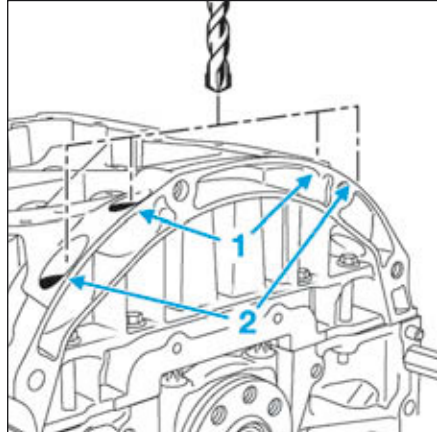

FIG.50
- Percer les obturateurs logés dans les trous (1) et (2) de la semelle à l'aide d'un forêt de diamètre 13 mm (Fig.50).
- Découper les obturateurs (2) à l'aide d'un burin extra plat.